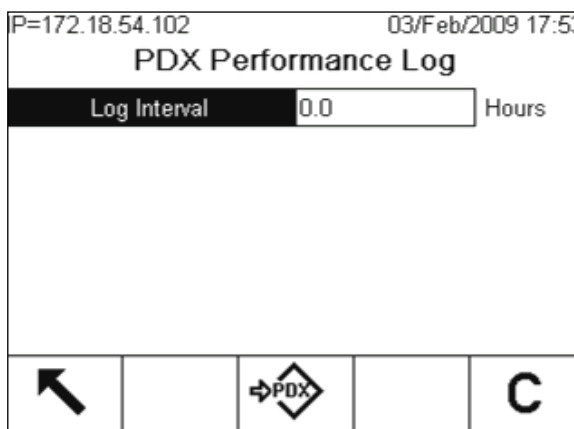

Figure C-43 : Écran de configuration du journal des performances PDX
1. Le journal des performances PDX ne journalise pas automatiquement les enregistrements par défaut. Pour configurer une journalisation automatique, rendez-vous sur **Maintenance > Configuration > Journal des performances PDX** (Figure C-43) et entrez un intervalle de journalisation appropriée entre 0,1 et 999,9 heures. Une valeur générale pour un fonctionnement quotidien est de 12, mais dans un but diagnostique, cet intervalle peut être beaucoup plus petit. Un enregistrement manuel peut aussi être déclenché en utilisant la touche programmable  (JOURNAL DES PERFORMANCES PDX).
- Rendez-vous sur l'écran de configuration **Maintenance > Configuration > Journal des performances PDX** (Figure C-43).